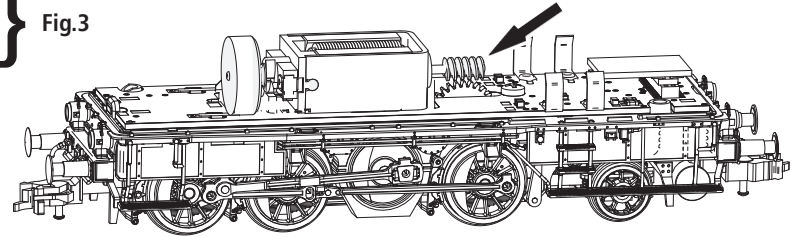

Fig. 8
3. Haftreifenwechsel: : Zuerst Kurbelzapfen herausziehen (Fig. 8). Danach den Haftreifen mit einer Nadel oder einem feinen Schraubendreher abziehen. Beim Aufziehen des neuen Haftreifens darauf achten, dass dieser sich nicht verdreht.
3. Change of traction tyre: First pull out crank shaft pin (fig. 8). Remove tyre using a pin or a fine screwdriver. When pressing on the new traction tyre, please avoid twisting it.
Retirer le pivot de manivelle (fig. 8). Délogez ensuite les essieux bandages et enlevez, à l'aide d'une aiguille ou d'un tourne-vis les bandages d'adhérence. Lors du montage des nouveaux bandages veuillez à ce que les bandages ne soient pas tordues.